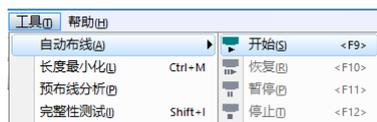

图 11-58 执行“开始”命令
(7) 在 PADS Router 中，执行菜单栏中的“工具”“自动布线”“开始”命令，如图 11-58 所示。